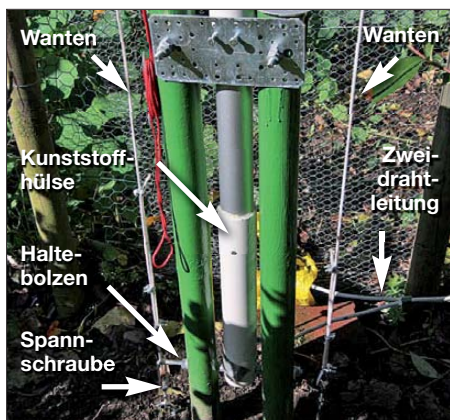

Bild 1: Einspannung am Fußpunkt; die obere Platte ist zur senkrechten Justage des Mastes mit Ausgleichsschrauben versehen.
Bild 1: Das Boommaterial wird auf ein Edelstahlrohr geschoben und mit jeweils einer M5-Schraube gesichert. Das einlaminierete Trägerrohr erspart die Mastschelle.
Auf die Verwendung einer Mastschelle zur Boombefestigung habe ich verzichtet, denn diese würde wegen (5) die Anbringung von Manschetten am GFK-Mast bedingen und zusätzlich mehr als 1 kg auf die Waage bringen. Stattdessen habe ich das Tragrohr im Schwerpunkt der Antenne geteilt und die beiden Stücke auf ein etwa 700 mm langes Edelstahlrohr (Durchmesser: 16 mm; Wandstärke: 1,5 mm) montiert, das seinerseits symmetrisch in das GFK-Rohr laminiert wurde (siehe Bild 1).
Die Kunststoffhülse steht unten 80 mm über. Sie wird mittels Edelstahlschrauben mit dem Mast verschraubt, wovon eine als Anschluss für die Speiseleitung dient. Eine lange M12-Schraube führt durch die überstehende durchbohrte Hülse und verbindet sie mit den Rundhölzern. Kontermuttern auf der Schraube fixieren das untere Hülsenende so, dass sich der Mast seitlich nicht bewegen kann, aber kippbar bleibt. Die obere Einspannung erfolgt in 1m Höhe vom Erdboden aus durch zwei verzinkte Stahlplatten. Auch hier wird ein Teil der Kunststoffbodenhülse als Isolationsmaterial eingesetzt, wie in Bild 1 oben erkennbar. Die vordere Stahlplatte ist mit M8-
düngt und gewässert – nach wenigen Tagen ist das Drahtgitter nicht mehr zu sehen. Auch der Rasenmäher hat damit keine Schwierigkeiten, wenn er auf 50 mm Höhe eingestellt ist. Der in Bild 1 im Hintergrund sichtbare Teil des Gartenzauns besteht ebenfalls aus Kükendraht und ist Bestandteil des Gegengewichts.